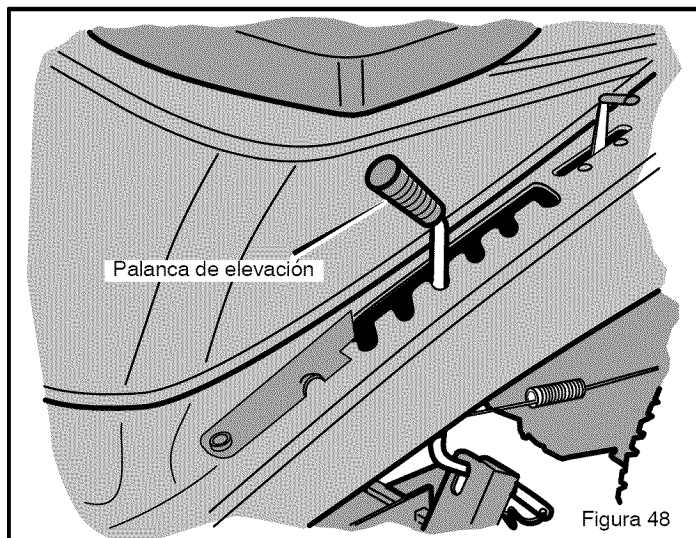

Figura 48
1. Mueva la **palanca de elevación** hacia abajo para bajar el cárter de la cortadora de césped y hacia arriba para levantar el cárter de la cortadora de césped (Figura 48).